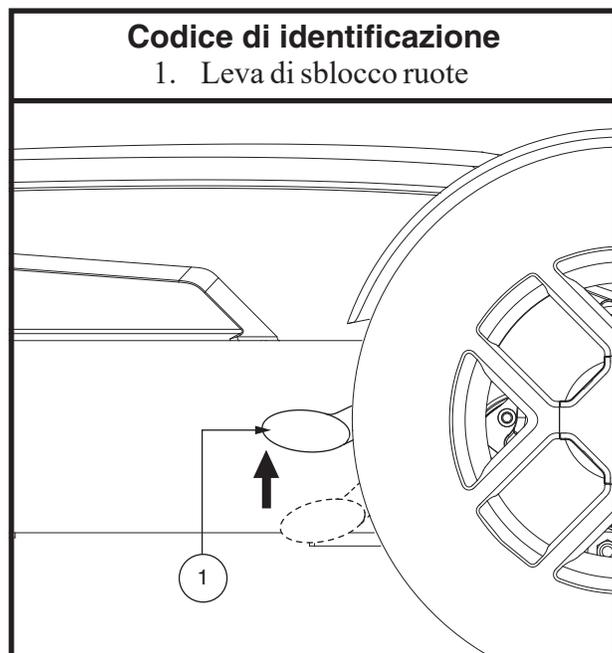

Figura 5. Modalità di guida (Trazione attivata)
2. Tirare le due leve in avanti per attivare i motori di trazione (modalità di guida). **Vedere figura 5.**
2. Verificare che la Carrozzina sia in modalità di guida. **Vedere la figura 5.**